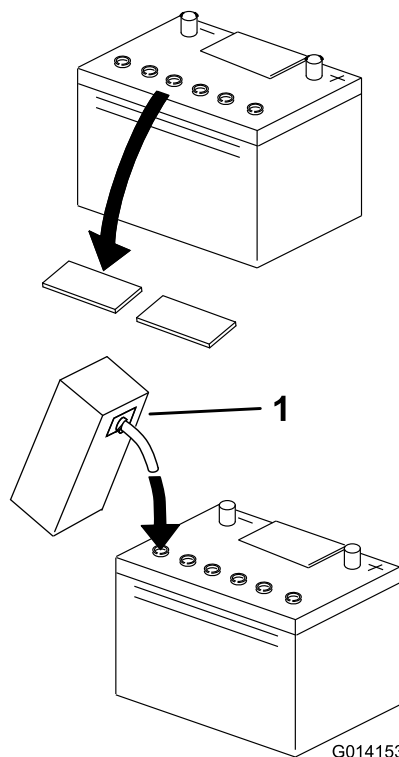

Figure 4
4. Nettoyez le dessus de la batterie puis retirez les bouchons d'aération (Figure 4).
5. Remplissez avec précaution chaque élément d'électrolyte jusqu'au niveau correct (Figure 4).
- Au besoin, remplissez chaque élément jusqu'au niveau correct (Figure 4).